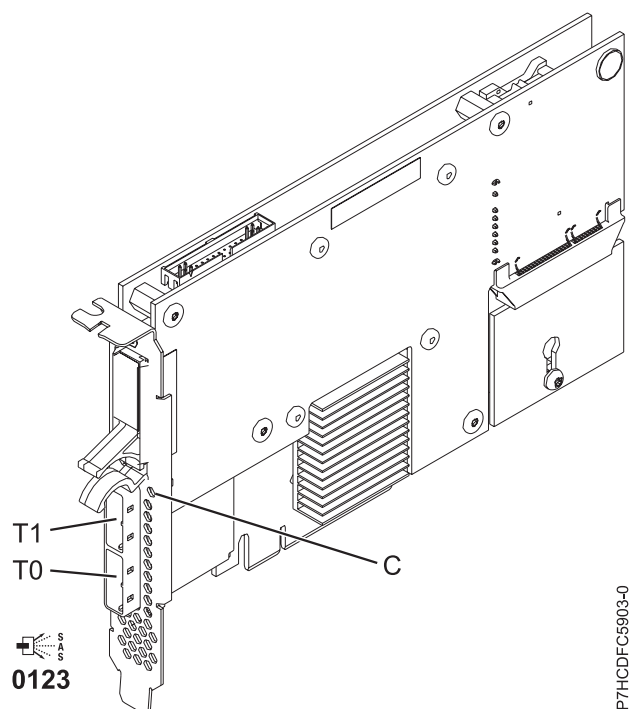

Figure 5. Carte SAS RAID PCIe double accès - x4 3 gigabits
L'adaptateur 5903 ou 5805 possède un voyant ((C) dans la figure 5, à la page 15) qui clignote si des données sont présentes en cache. Le voyant de présence de données en cache clignote lorsqu'il y a de possibles données présentes dans le cache de l'adaptateur. Si le voyant indiquant la présence de données en cache clignote, ne remplacez pas le bloc de batteries de cache. S'il est remplacé pendant que le voyant clignote, les données en cache seront perdues. Voir la figure 5, à la page 15 pour localiser le voyant de présence de données en cache sur cet adaptateur.